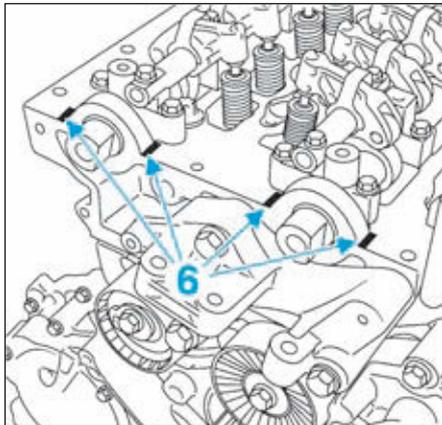
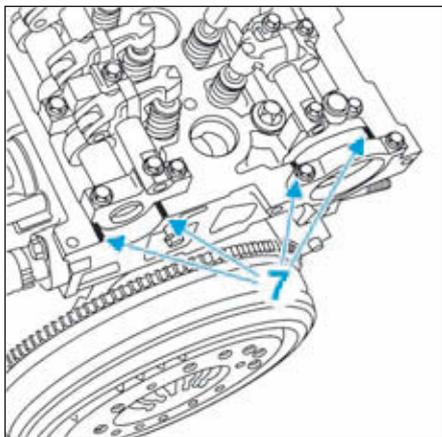

FIG.15
FIG.16
- Appliquer du produit d'étanchéité, type Rhodoréal 5661, dans les angles des chapeaux de paliers des arbres à cames et dans la demi-lune coté distribution (6) et coté volant moteur (7) demi-lune (Fig.15) et (Fig.16).